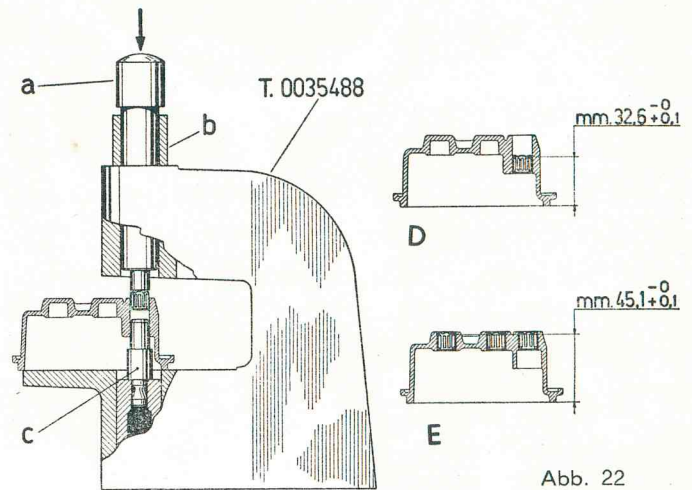
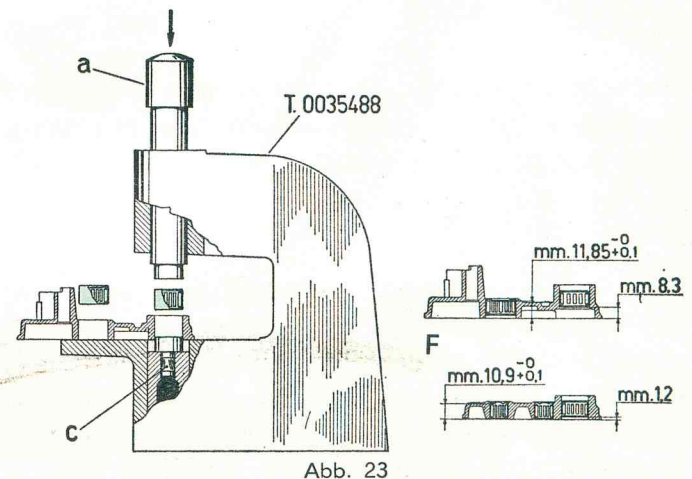

Abb. 22
Abb. 23
Nadelhülsen im Nabengehäuse: Um sie korrekt montieren zu können, **ohne die Einzelteile zu beschädigen**, ist es notwendig, die auf den Abb. 22 und 23 gezeigten Geräte anzuwenden, weil sie den Anweisungen des Käfigherstellers entsprechen. Je nach Arbeitsgang, werden die Teile des Gerätes T. 0035488, wie auf der Anmerkung unter der Abb. 23 angegeben ist, für die Teile « a », « b », « c » der Abbildungen verwendet.
- Für Hinterradnabe **ohne Getriebeautomatik**, Teile 15 - 10 - 8 (Abb. 22 D).
- Für Hinterradnabe **mit Getriebeautomatik**, Teile 15 - 9 - 8 (Abb. 22 E).
- Für Deckel **ohne Getriebeautomatik**, Teile 12 - 11 für Schaft mit Ritzel und Teile 17 - 18 für Antriebswelle (Abb. 23 F).
- Für Deckel **mit Getriebeautomatik**, Teile 13 - 14 für Schaft mit Ritzel, Teile 17 - 18 für Antriebswelle, Teile 15 - 16 für Vorgelegerrad und Zahnrad (Abb. 23 G).